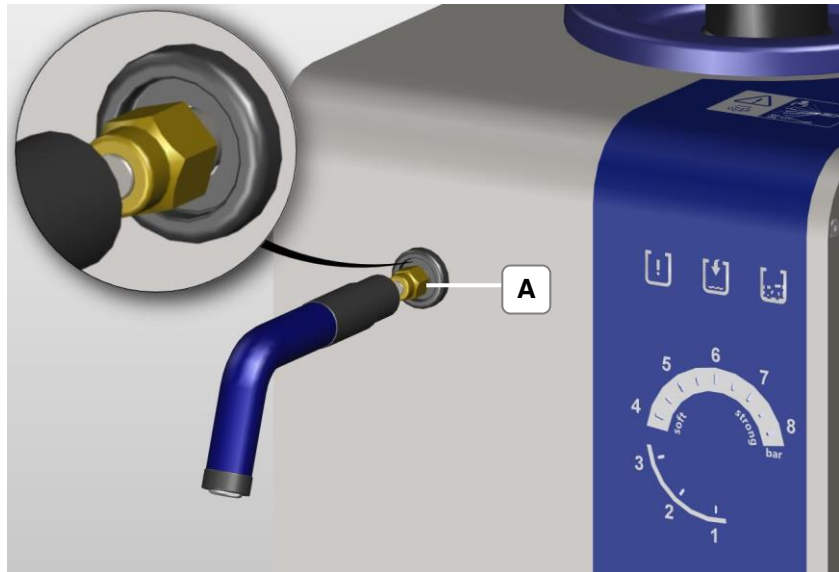

Bild 4.2.1: Anschluss Mutter mit Blindstopfen
1. Entfernen Sie den Blindstopfen durch Abschrauben der Mutter (A) mit einem Gabenschlüssel SW 12 mm (Bild 4.2.1).